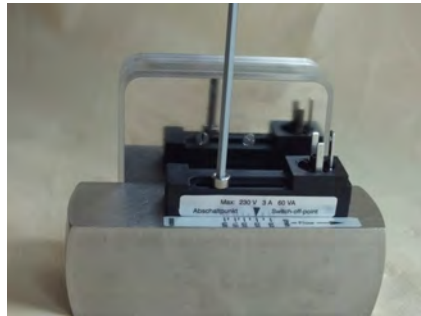

Abb. 69: Feststellschraube lösen
3. ➤ Feststellschraube (Abb. 69) des Schaltkontaktes mit einem Sechskant-Schraubendreher so weit lösen, dass der Schaltkontakt abgenommen werden kann
10. ▶ Feststellschraube (Abb. 69/1) wieder festdrehen, dabei Anziehdrehmoment einhalten (*↪ Kapitel 11.1 „Anziehdrehmomente“ auf Seite 84*)